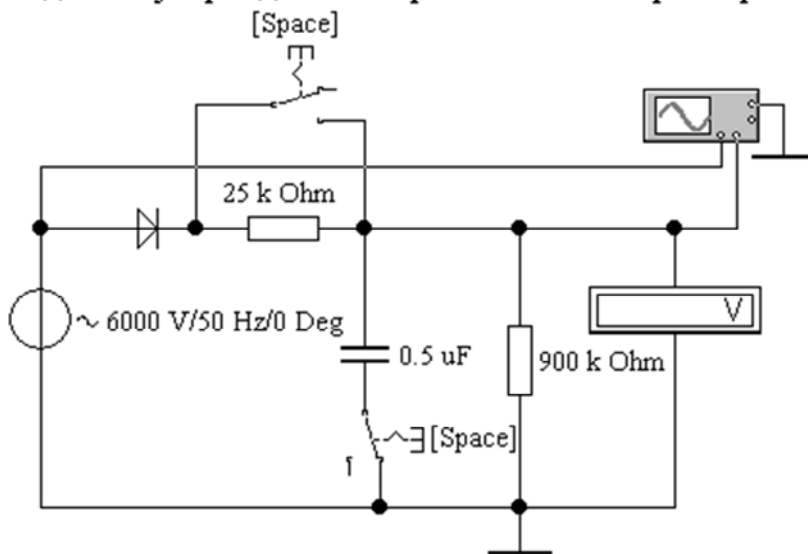

Рис. 16.5. Однополупериодный выпрямитель с  $RC$ -фильтром (файл **rect\_1.ewb**)
5. Исследовать выпрямители со сглаживающими фильтрами. Ознакомиться с однополупериодным выпрямителем с  $RC$ -фильтром (файл **rect\_1.ewb**, рис. 16.5).